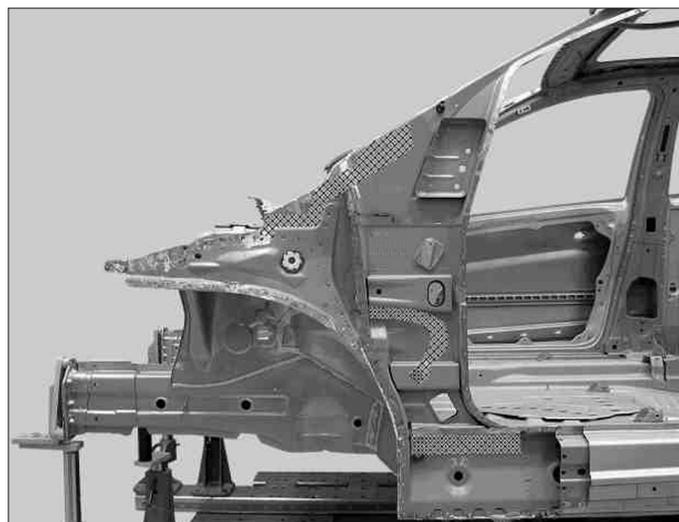
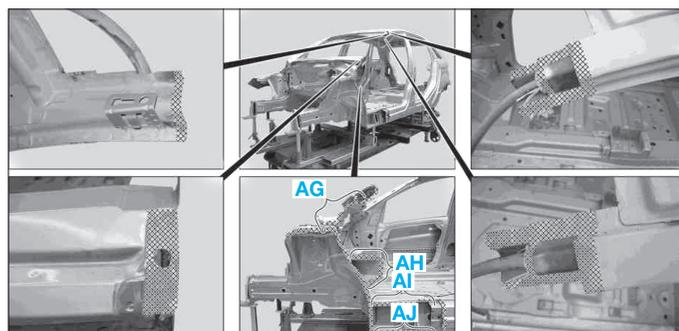

FIG. 43
FIG. 44
- Fraiser les points de soudure dans les zones (AA), (AB), (AC), (AD), et (AE).
- Chauffer à l'aide d'un décapeur thermique les zones hachurées (Fig.43) et (Fig.44).
Ne pas appliquer de peinture à la poudre de zinc dans les zones (AG), (AH), (AI) et (AJ) (Fig.43).